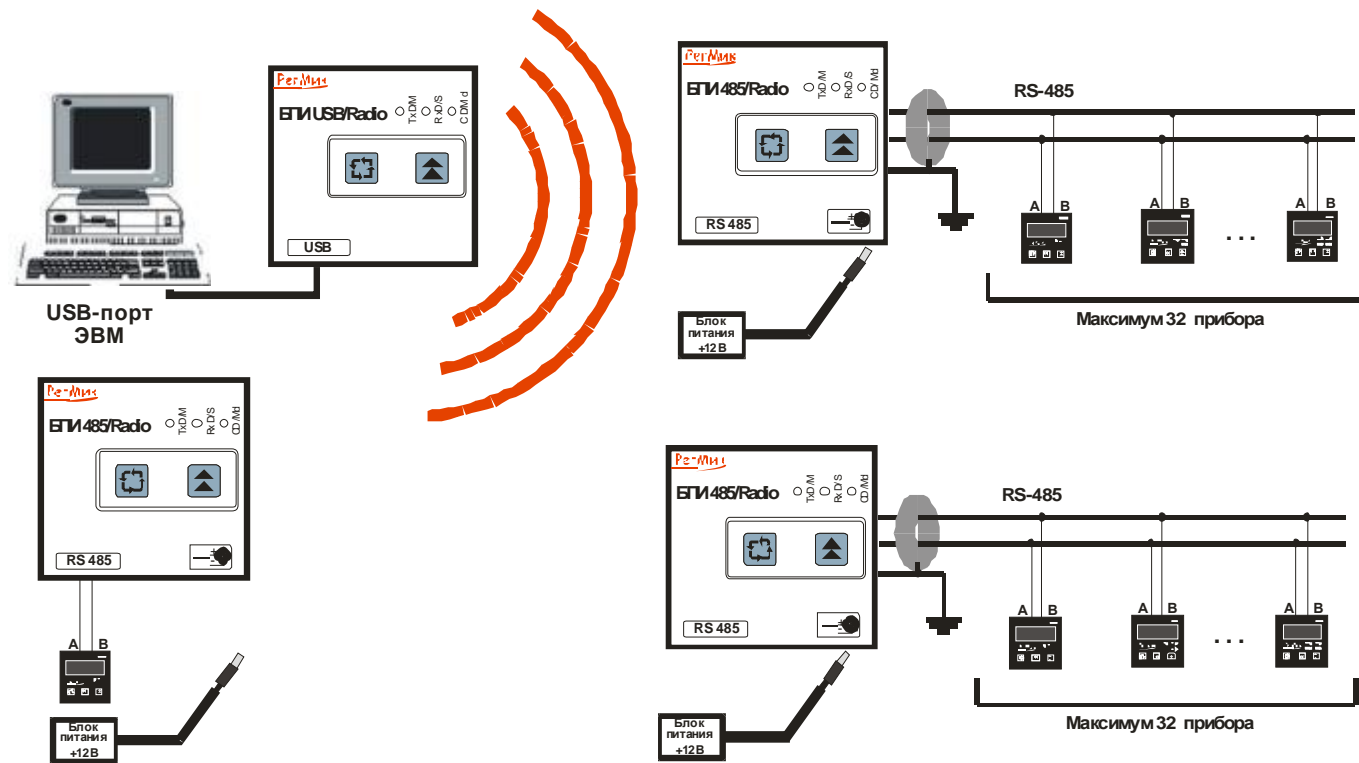

Рисунок 8.1 – Конфигурация беспроводной сети - тип звезда, (в системе ведущий и ведомые).
8.5 Если все ведомые БПИ нормально связываются с ведущим, то конфигурация вашей сети - звезда (см. рисунок 8.1)